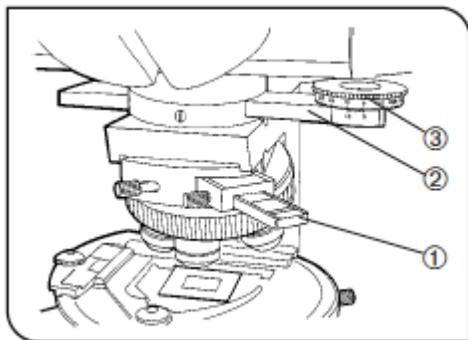
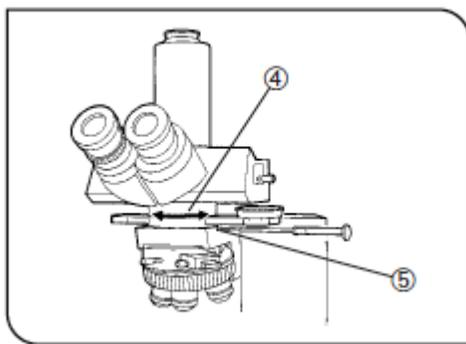

图 19
图 20
(图 19 和图 20)
1. 将带有 U-OPA 的校准起偏镜完全插入检板适配器 (U-TAD) 拧紧固定旋钮 (图 19)。
3. 将可旋转检偏镜 (U-AN360P) ②插入中间设备上的检偏镜卡槽。转进检偏镜，松开固定螺钉，并将检偏镜的旋转拨盘拨到 0° (图 19)。
4. 稍微拧松中间适配器固定螺钉⑤（图 20）。
5. 一边观察视场，一边旋转用于平行光观察的中间设备（U-OPA）④，直到获得完全的消光。然后拧紧中间设备固定螺钉⑤（图 20）。